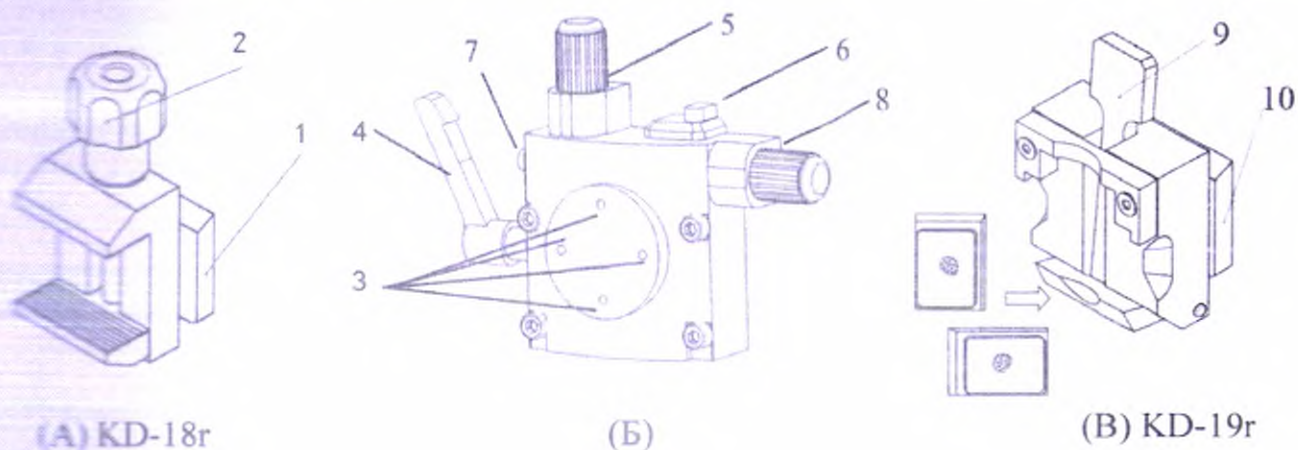

Рисунок 4. Установка зажимов исследуемых образцов
| Рисунок 4, (А)  | Зажим образцов стандартный KD-18г                             |
| Рисунок 4, (Б)  | Держатель зажима образцов                                     |
| Рисунок 4, (В)  | Зажим образцов кассетный универсальный KD-19г                 |
| Рисунок 4, (1)  | Пластина крепления зажима образцов стандартного KD-18г        |
| Рисунок 4, (2)  | Винт зажима образцов стандартного KD-18г                      |
| Рисунок 4, (3)  | Отверстия для винтов для установки зажима образцов            |
| Рисунок 4, (4)  | Ручка фиксации Зажима образцов на микротоме                   |
| Рисунок 4, (5)  | Винт регулировки положения «вперед/назад» зажима для образцов |
| Рисунок 4, (6)  | Индикатор наклона держателя «вправо/влево»                    |
| Рисунок 4, (7)  | Индикатор наклона держателя «вперед/назад»                    |
| Рисунок 4, (8)  | Винт регулировки положения «вправо/влево» зажима для образцов |
| Рисунок 4, (9)  | Рукоятка Зажима образцов универсального KD-19г                |
| Рисунок 4, (10) | Пластина крепления зажима образцов универсального KD-19г      |
- На стандартном зажиме образца KD-18г (Рисунок 4, (А)) расположена пластина крепления. Зафиксируйте ручку (Рисунок 4, (4)) на держателе зажима образцов (Рисунок 4, (Б)), выровняйте отверстия для винтов на пластине крепления (Рисунок 4, (1)) с отверстиями (Рисунок 4, (3)), затем зафиксируйте винты.
- Освободите ручку зажима образца (Рисунок 4, (4)) и поверните винт регулировки (Рисунок 4, (5)). Когда индикатор наклона держателя «вперед/назад» (Рисунок 4, (7)) находится в самом высоком положении, образец находится в вертикальном положении. Поверните винт регулировки (Рисунок 4, (5)) в направлении против часовой стрелки или по часовой стрелке, чтобы точно отрегулировать положение образца по вертикали. Используйте винт регулировки (Рисунок 4, (8)), чтобы перемещать образец влево и вправо: когда индикатор наклона держателя «вперед/назад» (Рисунок 4, (6)) находится в самом верхнем положении, образец находится в горизонтальном положении; вращение по или против часовой стрелки позволяет окончательно настроить положение образца по горизонтали.
**Примечание:** во время регулировки, винты регулировки положения зажима образца (Рисунок 4, (5)) и (Рисунок 4, (8)) должны поворачиваться только в пределах своего диапазона вращения. Не прилагайте чрезмерное усилие при повороте этих винтов.
- Регулировочным винтом (Рисунок 4, (5)) можно выполнить регулировку положения держателя образца вперед/назад, а винтом (Рисунок 4, (8)) положение вправо/влево. При выполнении такой настройки положения, фиксирующая рукоятка (Рисунок 4, (4)) должна быть опущена.
- расслабьте ручку на держателе зажима (Рисунок 4, (4)),
- ослабьте винты, фиксирующие зажим на держателе зажима образцов (расположение винтов показано на Рисунке 5, (3)),